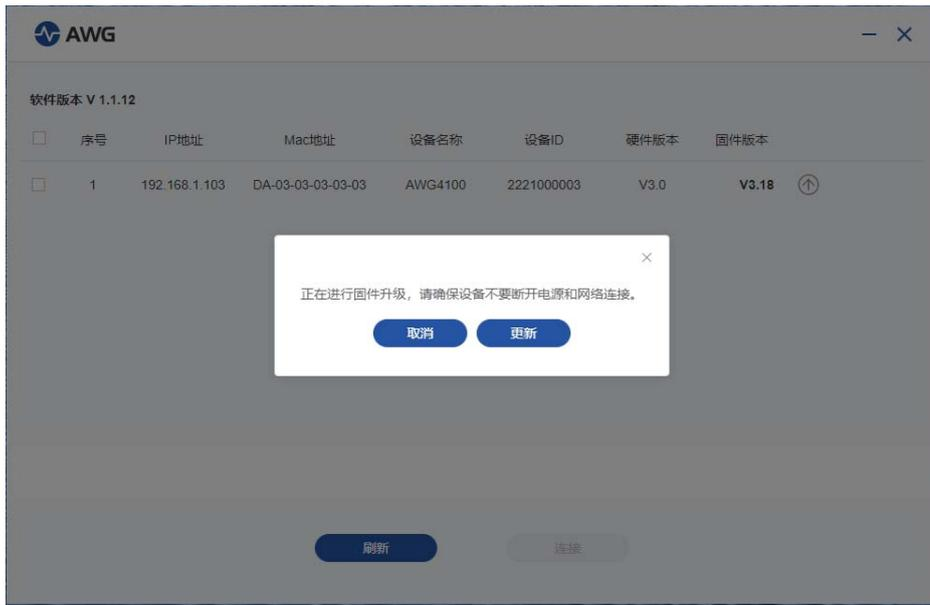

图 3.2.2 固件更新提醒信息
1、点击①控件，弹出固件更新提醒信息，如图 3.2.2 所示。